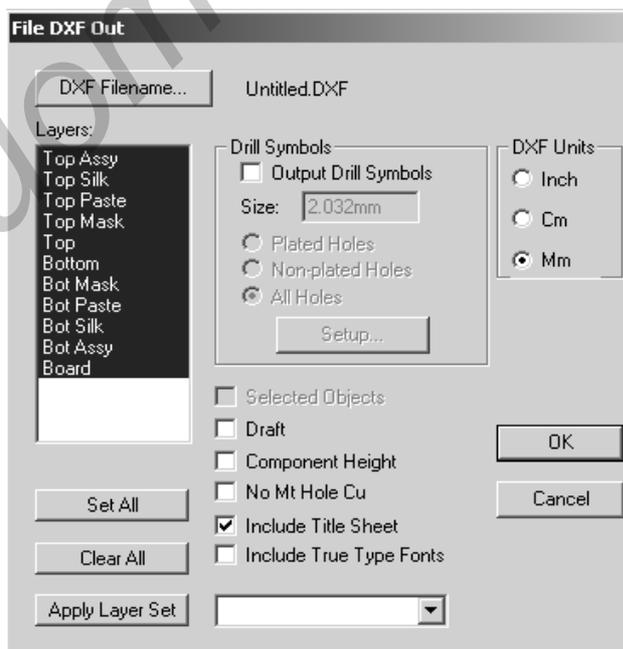

Рис. 26. Диалоговое окно экспорта данных
- 1.4. В открывшемся диалоговом окне экспорта данных из PCAD PCB (рис. 26):
2.1.2. При импорте в AutoCAD файла платы из P-CAD в формате *.dxf автоматически создаются все выделенные слои (см. рис. 26, 27). Информация для дальнейшего оформления платы печатной содержится на слоях: *TOP*, *BOTTOM* – трассировка платы, *BOARD* – контур платы печатной; *TOP SILK*, *BOT SILK* – информация о маркировке элементов). Остальные слои можно «заморозить», сделать невидимыми или удалить. Они могут быть использованы при оформлении сборочного чертежа электронного блока.